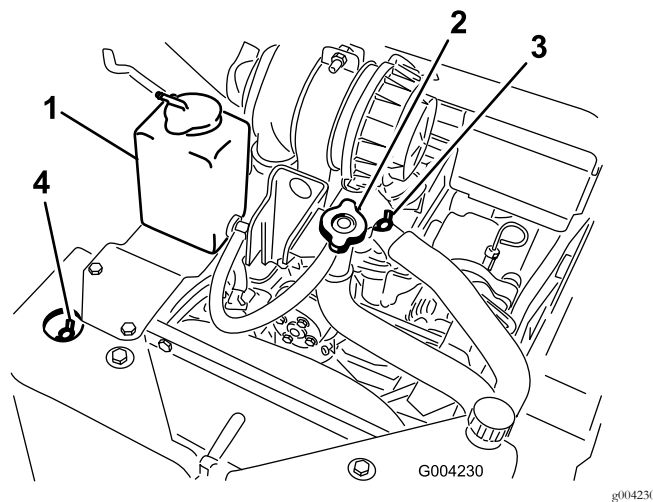

**Figura 20**
1. Controllate il livello del refrigerante nel serbatoio di espansione (Figura 20).